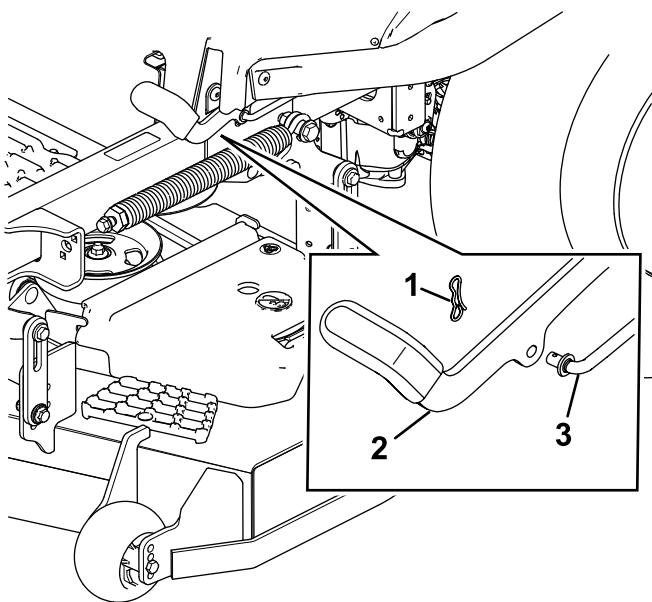

Figure 83
6. Si un réglage est nécessaire, desserrez le frein de stationnement : Retirez la goupille fendue de l'axe de la tringlerie de frein (Figure 83).